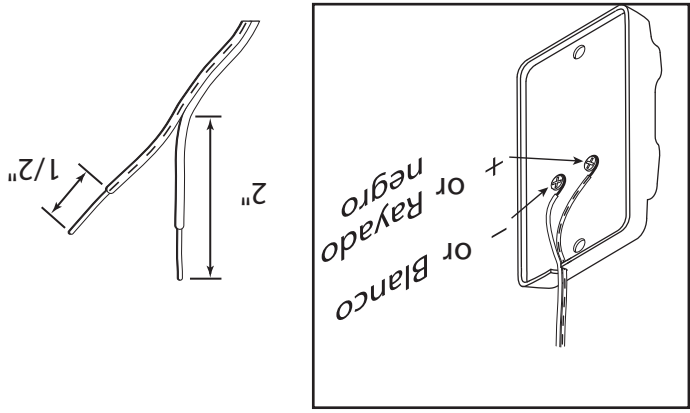

FIG. 3-2 Partiendo y pelando
- Parta y pele los extremos de alambres (Fig. 3-2 en la página anterior).
- Parta y pele los extremos de alambres (Fig. 3-2).